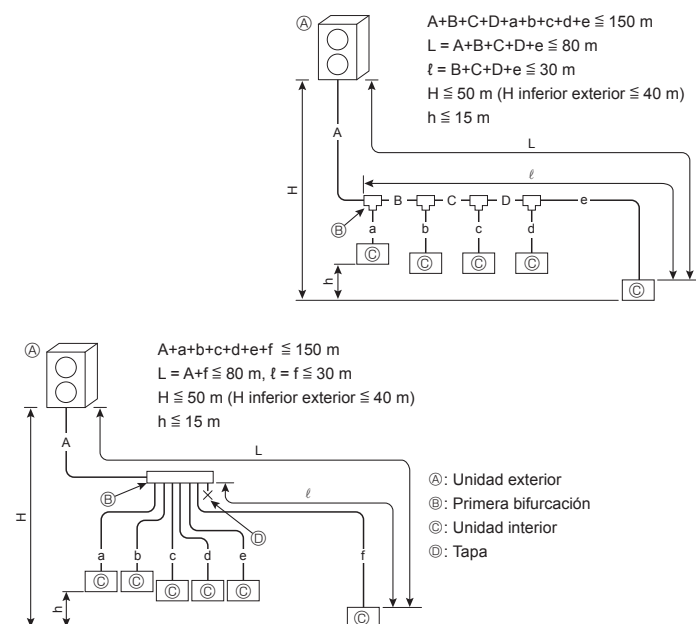

Fig. 4-1
4.1.1. Conexión sin caja de derivación (Fig. 4-1)